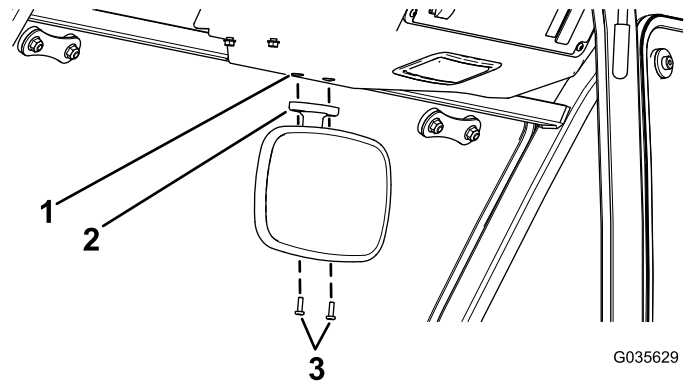
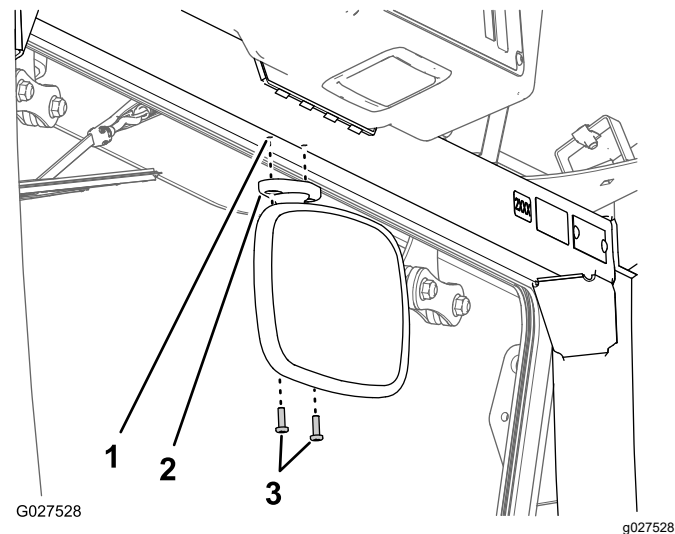

Figure 3
Figure 4
2. Alignez les trous du support du rétroviseur et les trous du cadre supérieur de la cabine (Figure 3 ou Figure 4).
3. Fixez le rétroviseur sur le cadre de la cabine au moyen des 2 vis cruciformes (n° 10 x 5/8"), comme montré à la Figure 3 ou la Figure 4.